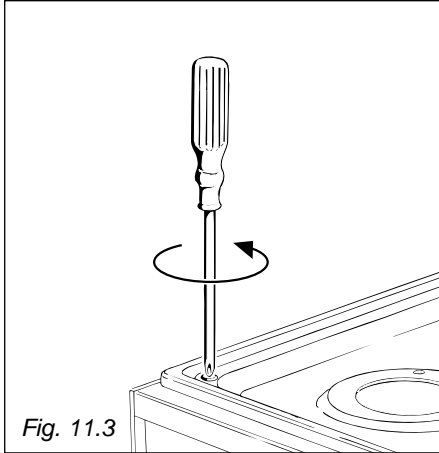

Fig. 11.3
- Lift the cooking top (fig. 11.3)
- soulever la table de travail en dévissant les 2 vis à l'avant (fig. 11.3).